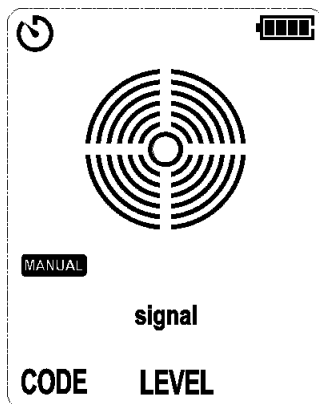

Figura 7.2.3a Sin señal detectada
1. Encienda el receptor y luego presione brevemente el botón AUTO/MANUAL para cambiar al modo manual, como se muestra en la Figura 7.2.3a.